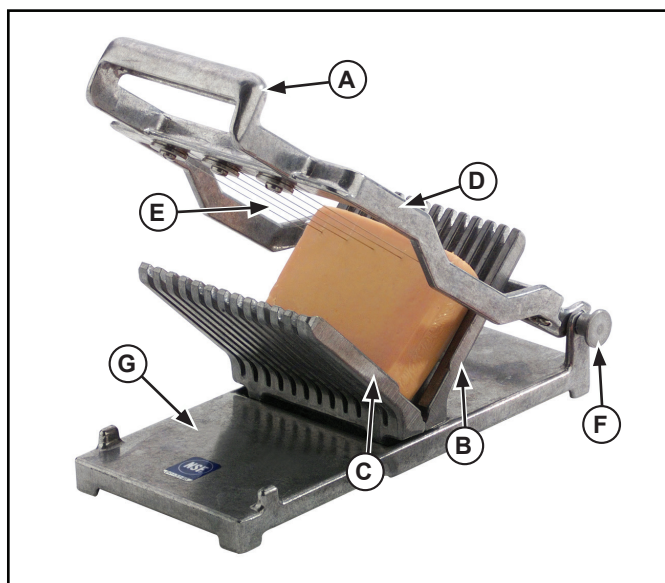

Figure 1. Caractéristiques et commandes
2. Avant chaque utilisation, assurez-vous que l'appareil est propre et le fil de coupe (E) en bon état. S'il est détendu ou cassé, remplacez-le. Voir la figure 1.
3. Assurez-vous que l'arc de coupe (D) est de la bonne taille.
5. Soulevez la poignée (A) et placez le produit alimentaire sur le guide côté charnière (B) le côté plat en bas.
7. En procédant par mouvement uniforme et lent, faites passer le fil de coupe (E) à travers le produit alimentaire.
1. Pour enlever l'arc de coupe (D), glissez la goupille-pivot (F) du socle (G). Figure 1.
2. Essuyez, rincez ou pulvérisez minutieusement l'arc de coupe (D) et le socle (G) d'eau CHAUDE.
5. Lubrifiez la goupille-pivot (F) à l'huile minérale ou au Petro Gel après chaque utilisation. N'utilisez pas d'huile de cuisson, car elle finira par coller et risque d'abîmer l'appareil à tout jamais.
6. Installez l'arc de coupe (D) en le tenant en position et en glissant la goupille-pivot (F) à travers le socle et l'arc de coupe (D).